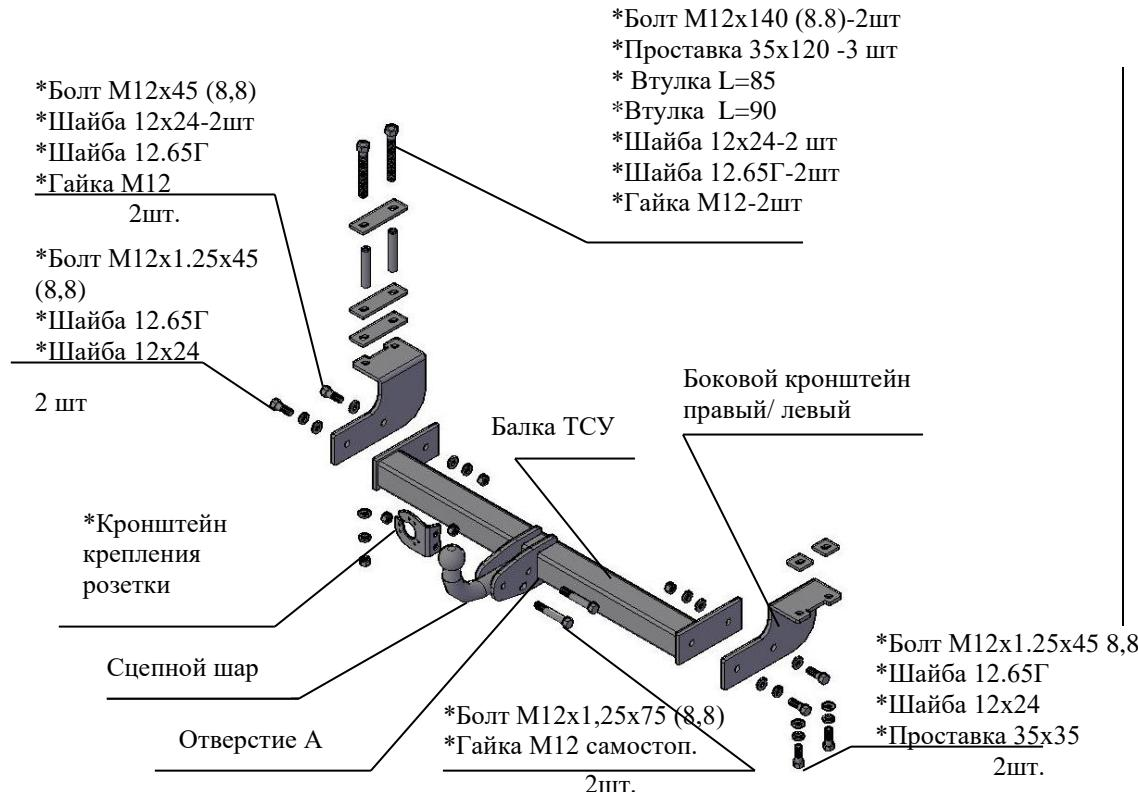

Рис.1 Тягово-сцепное устройство ТСУ 8300
2.1 ТСУ 8300 в сборе (рис.1)	1 шт.
2.2 Пакет с комплектующими (см. рис.1)	1 шт.